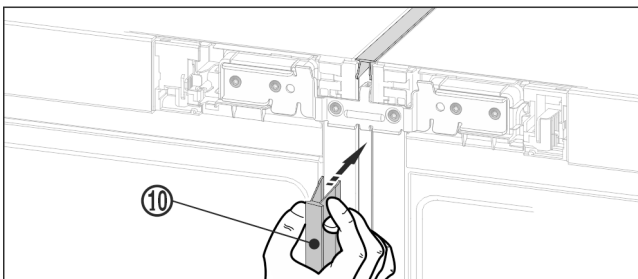

Fig. 19
- Auf der Vorderseite die lange Abdeckleiste Fig. 19 (10) in den vertikalen Spalt drücken. Darauf achten, dass die Leiste auf dem Verbindungsblech aufsteht.